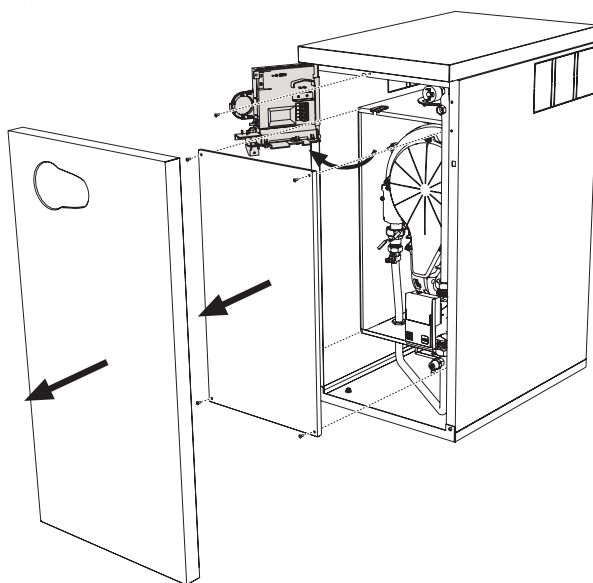

fig. 22
2. Rimuovere il pannello frontale e il pannello della camera stagna (vedi fig. 22).
3. Svitare le viti e ruotare il pannello comandi (vedi fig. 22).